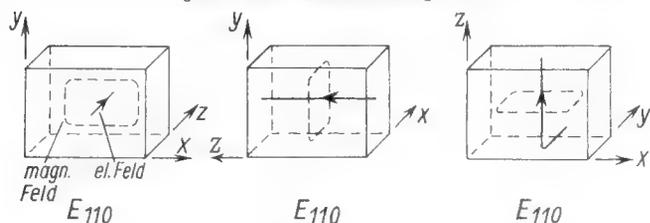

Bild 9. Bei sinnvoller Wahl des Koordinatensystems erhält man trotz verschiedener Orientierung der Schwingung die gleiche Bezeichnung
2. Umgekehrt kann jede Schwingungsform durch entsprechende Festlegung des Koordinatensystems als elektrischer Schwingungstyp festgelegt werden (Bild 9).